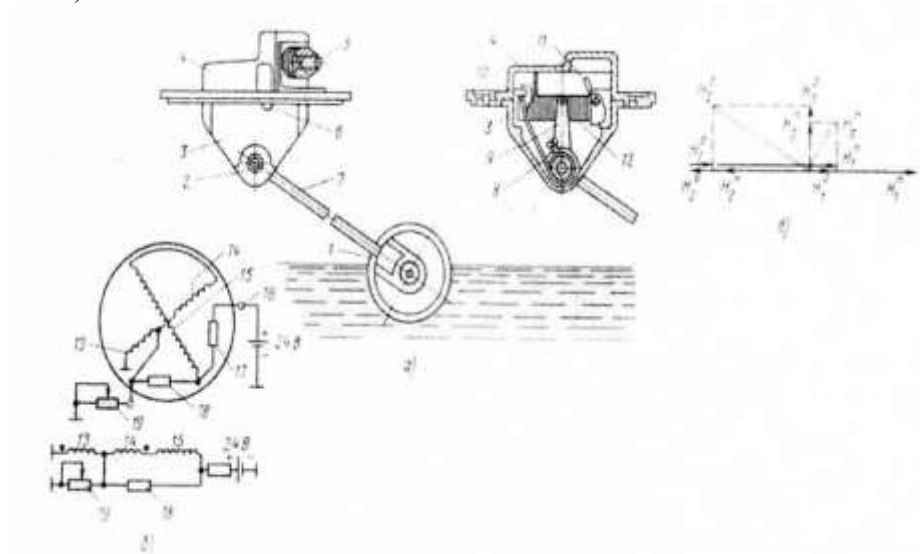

Рисунок 3. Указатель уровня топлива
3. Выполнить рисунок и описать устройство прибора указывающего уровень топлива в бензобаке (рисунок 3).